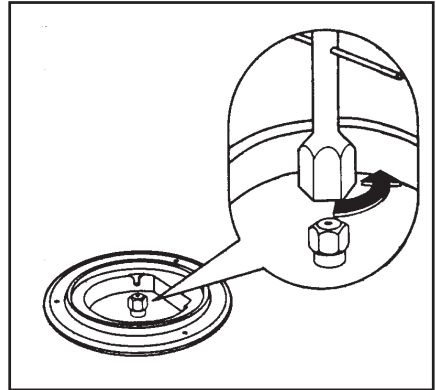

Рис. 5
- С помощью торцевого ключа 7 отвинтите инжекторы (рис. 5) и замените их соответствующими типу используемого газа (см. табл. 2: **Инжекторы**).